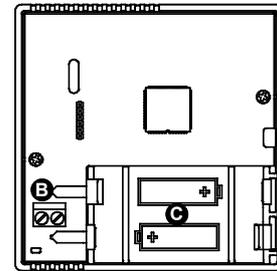
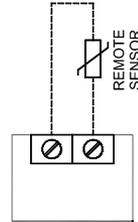

Fig. 6
Fig. 7
4 - Insertar correctamente las baterías (respetando la correcta polaridad) en el compartimiento baterías (C de Fig. 6), no usar pilas descargadas, usar pilas alcalinas.
- Realizar la conexión eléctrica de la eventual sonda remota utilizando el conector 'REMOTE SENSOR' (B de Fig. 6), siguiendo el esquema de conexión de Fig. 7; luego ajustar correctamente el parámetro P10. Leer el párrafo 'CONFIGURACIÓN INSTALADOR'.
En la primera puesta en funcionamiento, abrir el termostato, como se indica en el párrafo 'INSTALACIÓN' en (C de Fig. 6), e inserir las pilas respetando las polaridades indicadas. Las pilas deben ser de tipo AA 1.5V alcalinas.